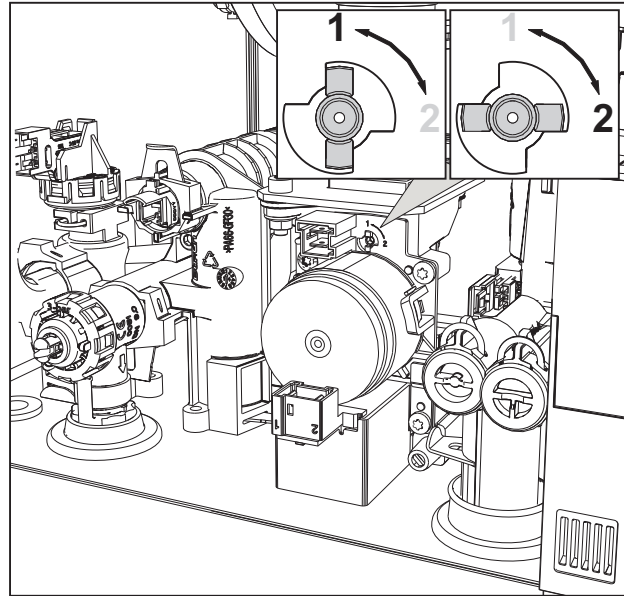

fig. 30
3. Gire el regulador (fig. 30) según la posición indicada en la tabla 9.